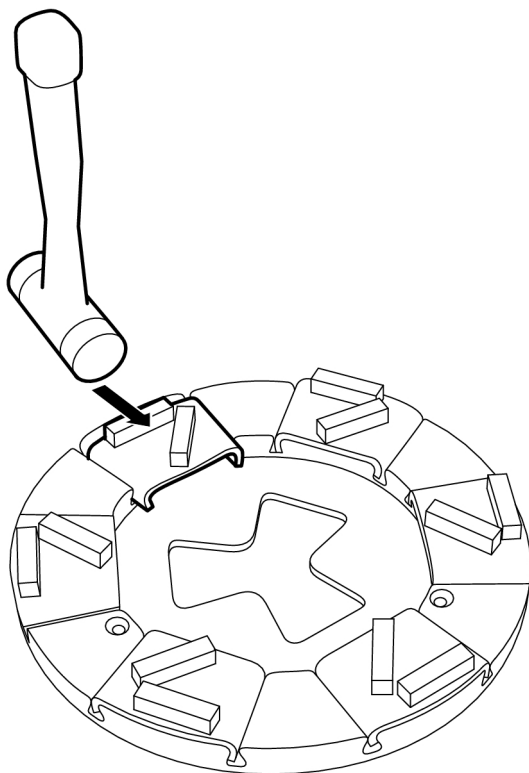

Рисунок 4-11. Снятие головок
1. Выбейте шлифовальную головку из держателя несколькими легкими ударами резинового молотка, чтобы открылся механизм фиксации, см Рисунок 4-11, стр. 21. Затем извлеките головку из направляющего паза.